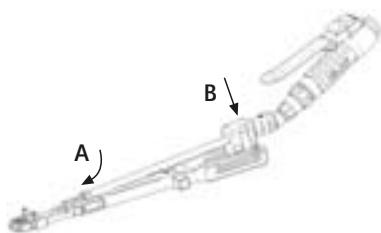

Fig. 5 Introduction de la pièce à main pour fraise dans le guidage de fraise
- A: Enfiler la pièce à main pour fraise 6 avec fraise serrée dans le trou de guidage antérieur du guidage de fraise 3, voir Fig. 5.
- B: Enfiler les broches du bloc d'insertion 4 saillant latéralement dans les fentes de guidage arrière du guidage de fraise 3, voir Fig. 5.